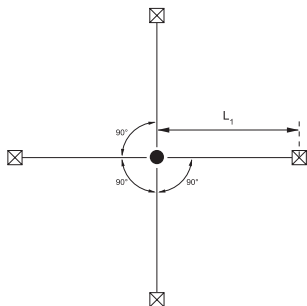

Рисунок 1.1
- 7.2. Установку мачты начните с выбора места установки, которое должно удовлетворять указаниям по технике безопасности и плану монтажа. (См. рис. 1.1 – 1.4) Место для установки должно быть ровным, твёрдым и прочным, способным выдержать нагрузку создаваемую мачтой и всем навесным оборудованием, установленным на неё, включая усилия от тросовых оттяжек. В случае необходимости следует предварительно подготовить бетонный фундамент. Таким же образом подготовьте точки, куда будут крепиться оттяжки.